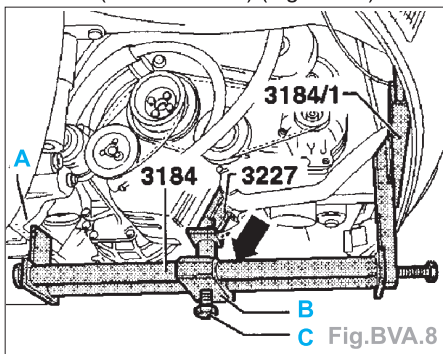

Fig. BVA.8
- Accrocher le dispositif de maintien (outil 3184) dans le support auxiliaire (outil 3184/1) et dans le berceau (A), puis visser la broche (C) dans l'alésage du support-moteur (3227 ou 3230) (Fig. BVA.8).